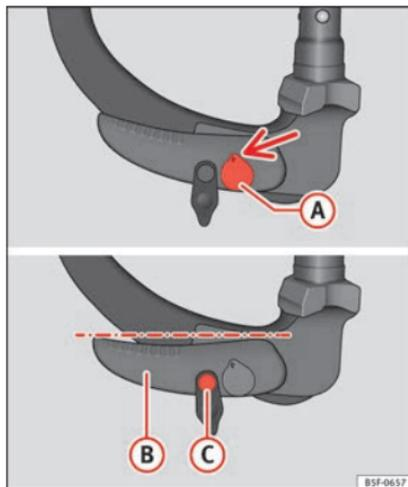

Abb. 228 Ruheposition: Stellung von Hebel und Entriegelungsbolzen
- Der Schlüssel ① » **Abb. 228** befindet sich in entriegelter Position (der gelochte Teil des Schlüssels zeigt nach oben).
- Der Hebel ② » **Abb. 228** befindet sich in der unteren Position.
- Der Entriegelungsbolzen ③ kann bewegt werden » **Abb. 228**.